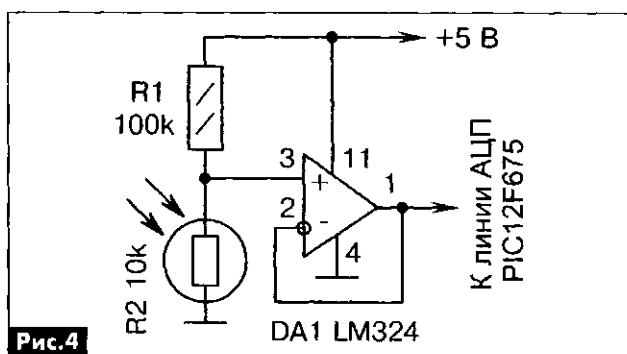

Рис.4
**Dennis Clark** («Servo») рекомендует использовать МК PIC12F675 и световой датчик (**рис. 4**). С их